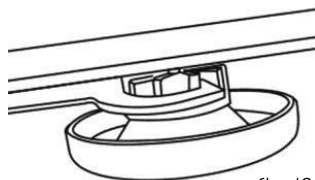

fig. 12
1. Au moyen de la clé à ergots (n° 40), retenez la soupape de la meule (n° 5) en place (fig. 12).